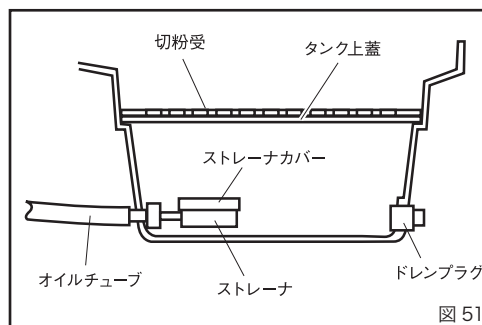

図 51
3. オイルタンクの清掃 (図 51)
細かい切粉がタンク内にたまりますので、月に 1 回程度タンク内をきれいに掃除してください。(図 51)